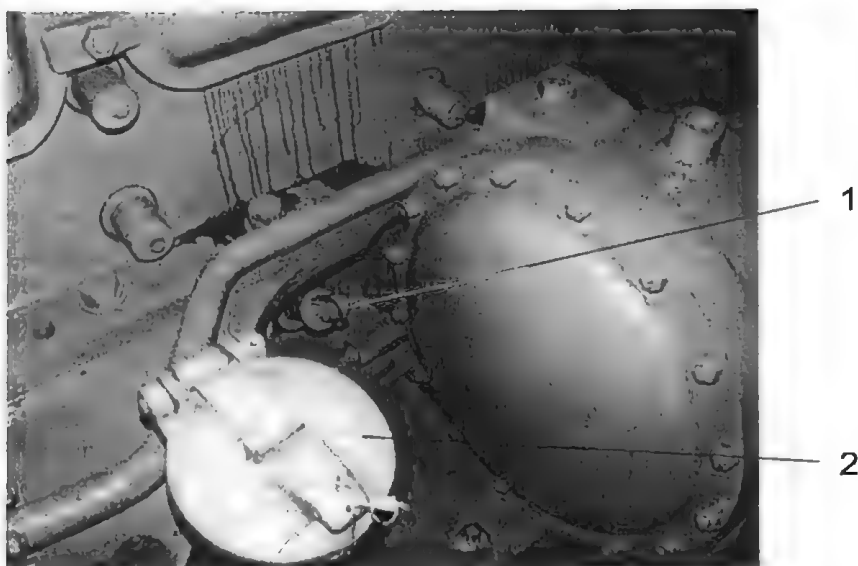

Bild 5-5 / Peilstab/Einfüllstutzen Dieselmotor
- Ölstand am Peilstab des Dieselmotors (Bild 5-5 / Pos.1) überprüfen (Maschinenraum Gang 2).
- Bei Bedarf auffüllen (Einfüllstutzen Bild 5-5 / Pos.2)